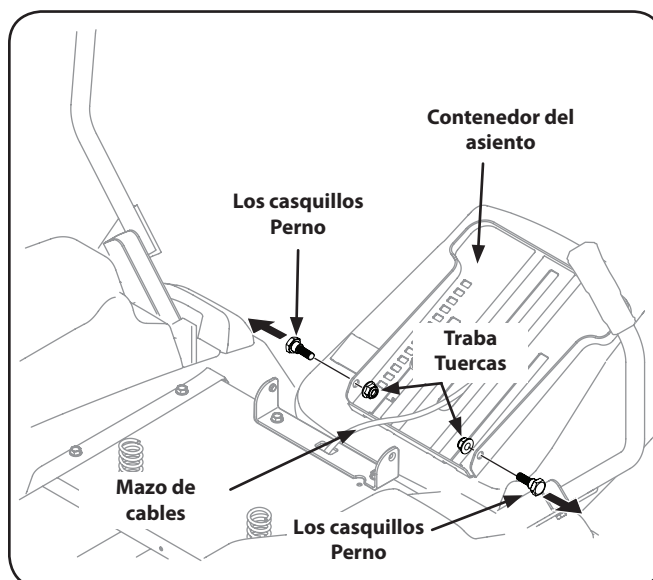

Figura 3-2
2. Quite los dos pernos con reborde y las tuercas de seguridad del contenedor del asiento tal como se muestra en la Figura 3-2.